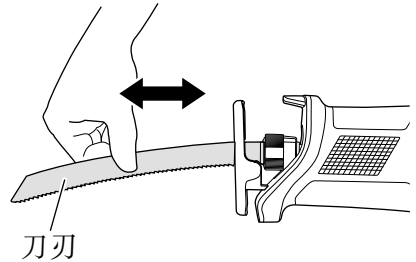

图 10
(3) 从刀刃座上松开手时，刀刃固定到位。
(4) 用手试着拉刀刃背两三次，以确认刀刃已安装牢固。(图 10)